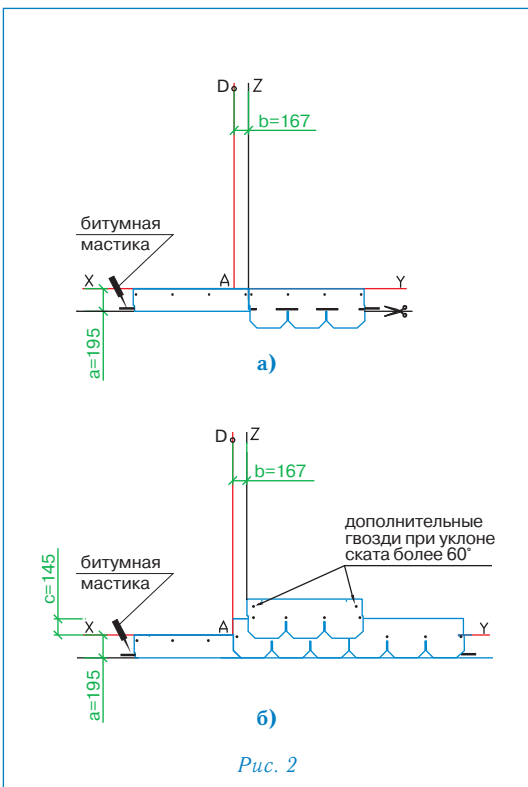

Рис. 2
Укладка материала (рис. 2)
- Начальный ряд формируется из листов черепицы ЛИБЕРТИ с обрезанными лепестками. Полученные таким образом полосы шириной 19,5 см укладываются по линии карниза в обе стороны от линии Z (рис. 2а) и фиксируются по нижнему краю битумной мастикой, а по верхней кромке 4 гвоздями (ось гвоздей на 5 см ниже верхнего края полосы);
- далее первый ряд черепицы укладывается от линии AD (рис. 2б);
- второй ряд укладывается от линии Z (со смещением 16,7 см от AD) (рис. 2б);